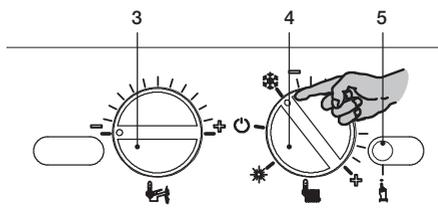
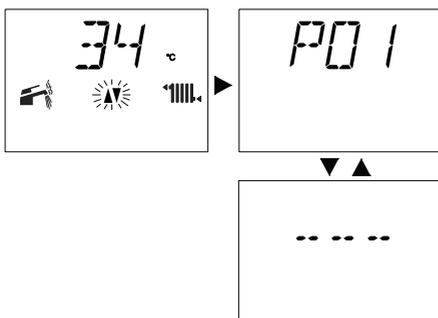

Рисунок 5.27
Рисунок 5.29
- Установите регуляторы 3 и 4 так, как показано на следующем рисунке (см. Рисунок 5.27).
- Чтобы настроить коэффициент К (см. Рисунок 5.26), войдите в режим программирования, нажав и удерживая в течение 15 с кнопку сброса 5 (Рисунок 5.27), пока на ЖК-дисплее не появится параметр P01. На ЖК-дисплее последовательно отобразятся следующие символы (параметр P01 будет загораться поочередно. Рис. 5.29
- Нажмите кнопку сброса 5 (Рисунок 5.27) и пролистайте параметры, пока не дойдите до параметра P15, предназначенного для настройки коэффициента К. На ЖК-дисплее последовательно отобразятся следующие символы (параметр P15 будет загораться поочередно с 00), см. рис. 5.30